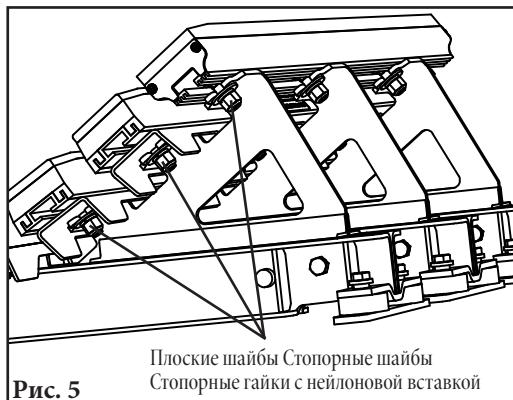

Рис. 5
5. **Снимите изношенные брусы.** Ослабьте и открутите гайки в каждой поперечной распорке, снимите амортизирующий брус и опору бруса при наличии (рис. 5).